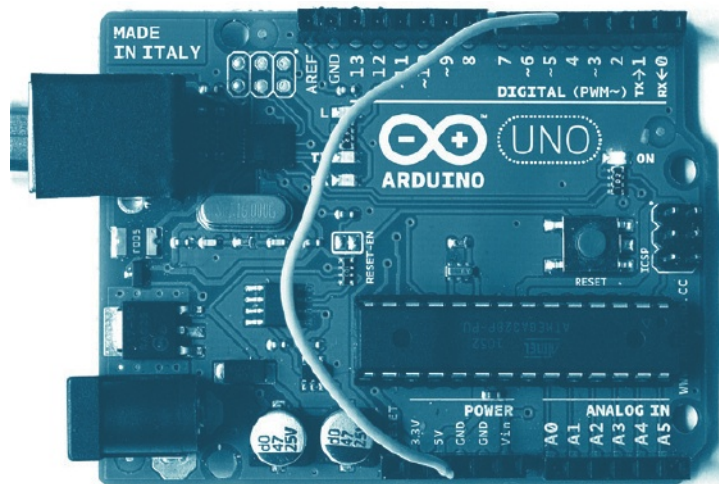

Figura 6-5 O pino 5 conectado a +5V.
Pegue a extremidade do fio que você está apertando e a insira no terminal de conexão de +5V, como está mostrado na Figura 6-5. Agora o texto mostrado pelo Serial Monitor deverá mudar para uma sequência de uns (1).